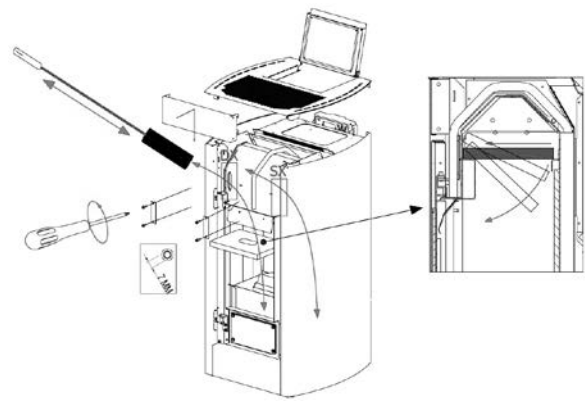

Fig. 48 - Nettoyage
- Retirer le déflecteur supérieur (voir **Fig. 48**), aspirer l'éventuelle cendre et nettoyer les parois internes de la chambre de combustion.